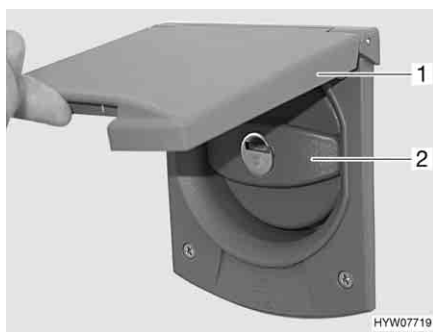

Fig. 151 Coperchio per bocchettone di riempimento dell'acqua potabile
- Alzare in alto lo sportello esterno (Fig. 151,1) (vedi capitolo 6).
- Rimuovere il coperchio (Fig. 151,2) (vedi capitolo 6).